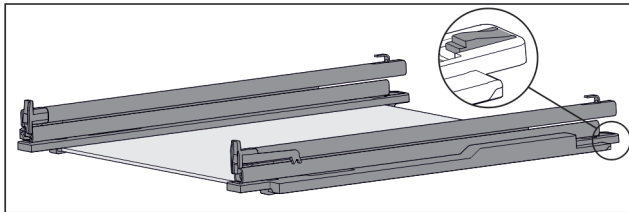

Fig. 120 Lasihylly kiskoilla ja pidikkeillä
- Paina pidikettä alas (katso Fig. 120) ja työnnä samaan aikaan kiskoa taaksepäin.